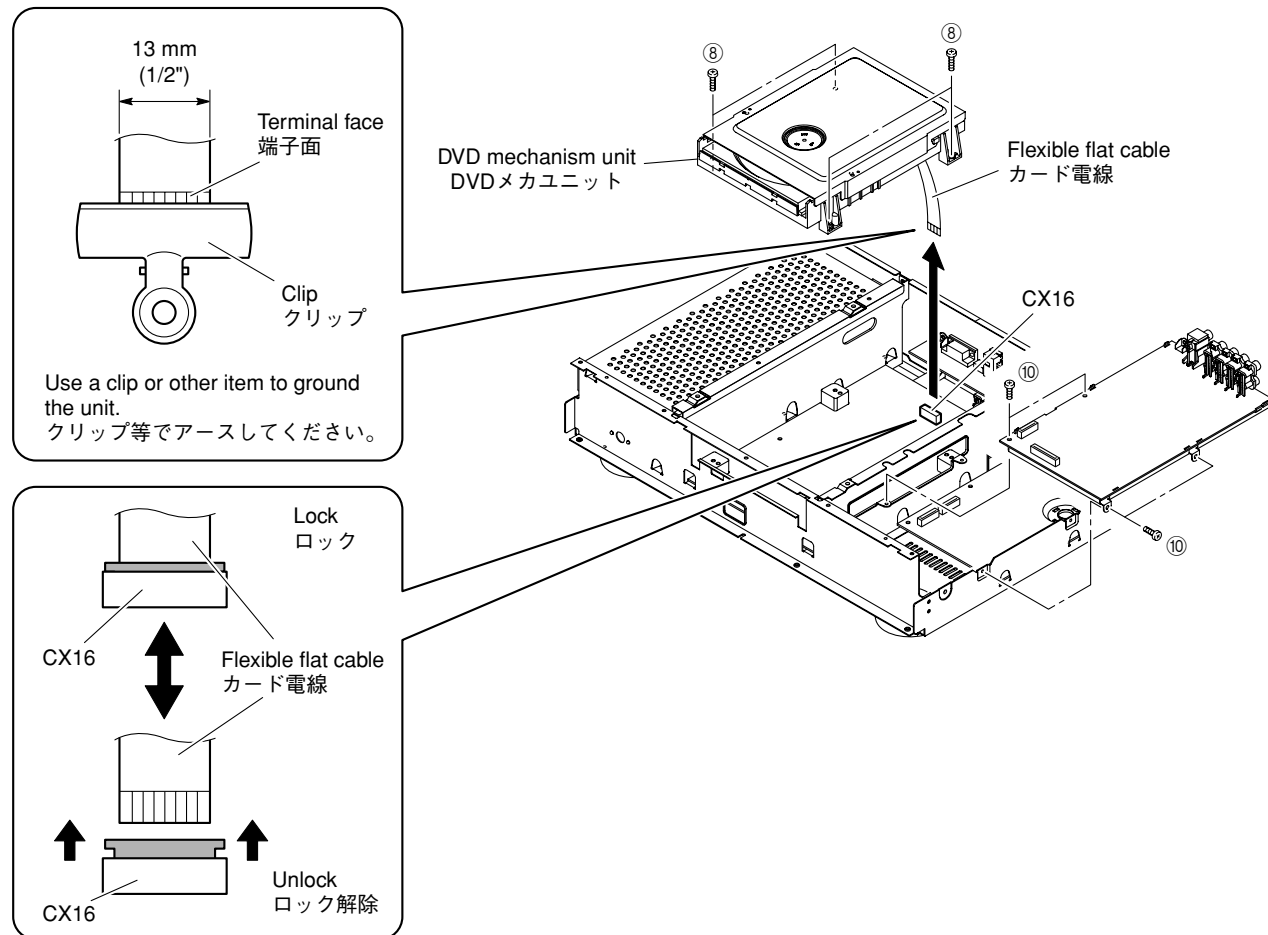

Fig. 3
- Remove 4 screws (⑧). (Fig. 3)
- Unlock CX16 and then disconnect the flexible flat cable, and ground the terminal face of the flexible flat cable with a clip or the like. (Fig. 3)
- Lift DVD mechanism unit up slightly and move it backward to remove. (Fig. 3)
- ⑧のネジ4本を外します。(Fig. 3)
- CX16のロックを解除してカード電線を外します。次に外したカード電線の端子面をクリップ等でアースします。(Fig. 3)
- DVDメカユニットを少し持ち上げて、後方へ取り外します。(Fig. 3)
- Remove 4 screws (10). (Fig. 3)
- ⑩ネジ4本を外します。(Fig. 3)